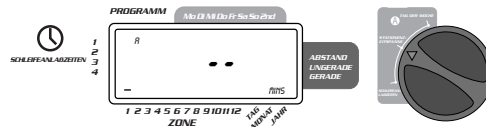

ABBILDUNG 6: Stationenzeitspanne für Programm A
- Drehen Sie die Wählscheibe auf **STATIONENZEITSPANNE**-Position im A oder B-Programm. Die Anzeige zeigt mit "A" oder "B" an, welches Programm Sie gewählt haben, und --MINS und der Cursor blinken auf Station "1" [Siehe Abbildung 6].